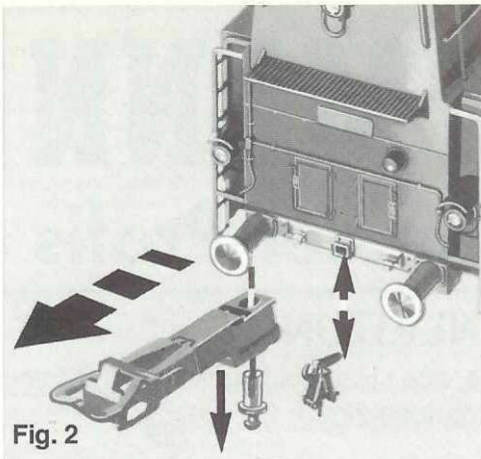

Fig. 2
Eventuell mit etwas Klebstoff befestigen (Fig. 2 und 3).
3. Insert the alternative coupling gear. Secure in position with plastic glue (fig. 2 and 3).
Eventuellement les fixer au moyen d'une goutte de colle (fig. 2 et 3).
Bij de bevestiging kan eventueel iets lijm worden gebruikt (fig. 2 en 3).
De automatiska **FLEISCHMANN**-kopplarna kan du byta ut mot de bifogade kopplingsattrapperna. Avlägsna **FLEISCHMANN**-kopplarna och stick i attrapperna i de förutsedda hålen. Fäst eventuellt med lite lim (fig. 2 och 3).